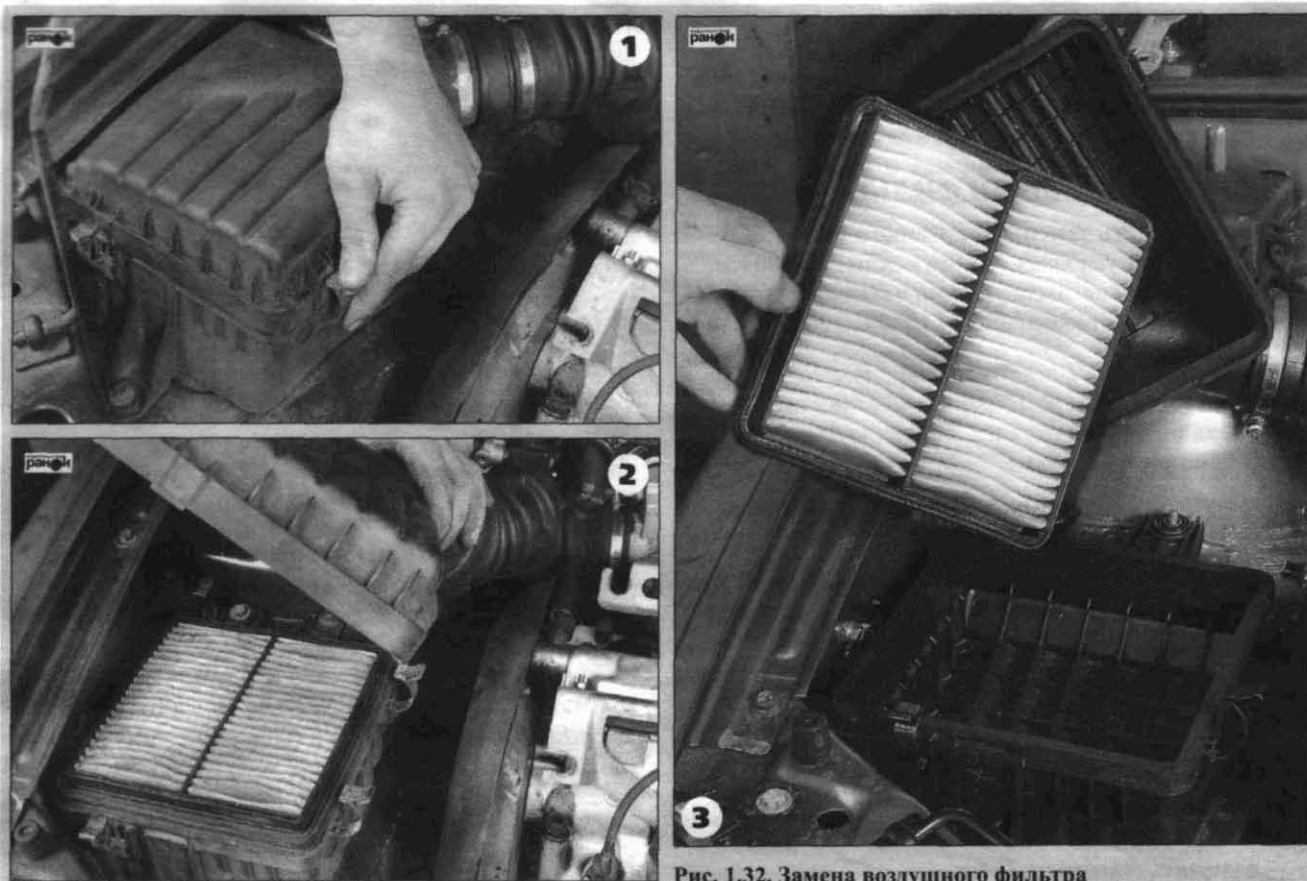

Рис. 1.32. Замена воздушного фильтра
- отжать защелки воздушного фильтра (рис. 1.32);